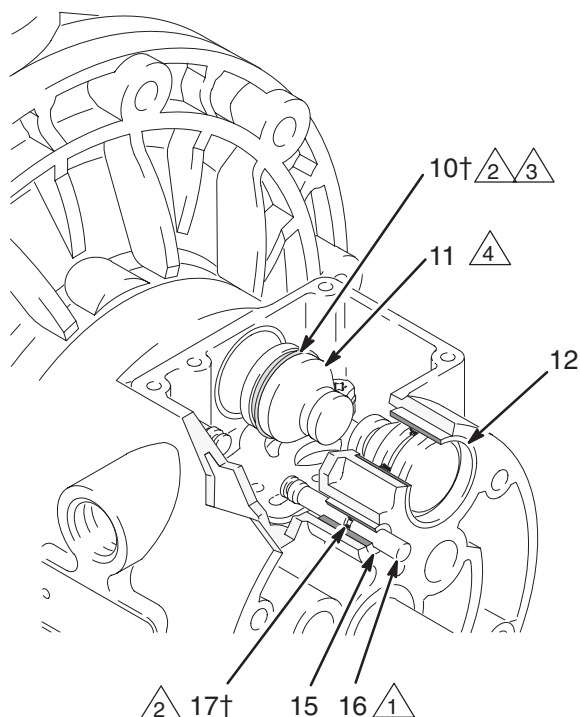

Abb. 9
4. Die beiden Stellmotorkolben (11) aus den Lagern (12) ziehen. Die Packungen (10) von den Kolben abziehen. Die Führungsstifte (16) aus den Lagern (15) ziehen. Die O-Ringe (17) von den Führungsstiften abziehen. Siehe Abb. 9.
6. Die Lager (12, 15) im eingebauten Zustand überprüfen. Siehe Abb. 9. Die Lager sind konisch; wenn sie schadhaf sind, müssen sie von außen ausgebaut werden. Dies erfordert den Ausbau der materialbenetzten Teile. Siehe Seite 22.
4. An jedem Führungsstift (16) einen O-Ring (17†) einbauen. Die Stifte und O-Ringe fetten. Die Stifte mit dem **schmalen** Ende voran in die Lager (15) einschieben. Siehe Abb. 9.
5. An jedem Stellmotorkolben (11) eine Packung (10†) einbauen, so daß die Lippen der Packungen zum **schmalen** Ende der Kolben weisen. Siehe Abb. 9.
6. Die Packungen (10†) und Stellmotorkolben (11) fetten. Die Stellmotorkolben mit dem **dicken** Ende voran in die Lager (12) einschieben. Das schmale Ende des Kolbens frei lassen. Siehe Abb. 9.
7. Die Unterseite des Schaltventils (18†) fetten und so einbauen, daß dessen Zungen in die Nuten an den Enden der Führungsstifte (16) einrasten. Siehe Abb. 9.